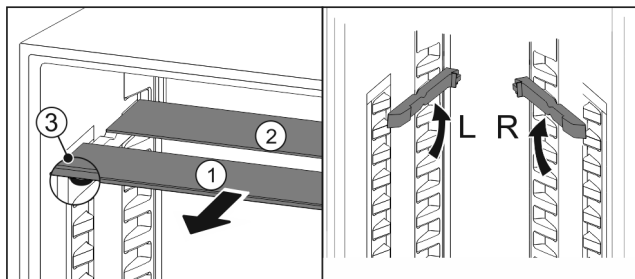

Fig. 97
- Wyciągnąć Fig. 97 (1) pojedynczo półki szklane do przodu.
- ▷ Płyta szklana Fig. 97 (1) z listwą ozdobną znajduje się z przodu.
- ▷ Stopery Fig. 97 (3) wskazują w dół.